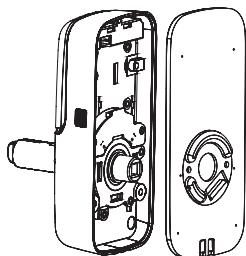

Fig. 6
4. Retire la placa de montaje interior (la cual incluye la junta de goma) del escudo interior (Fig. 6).